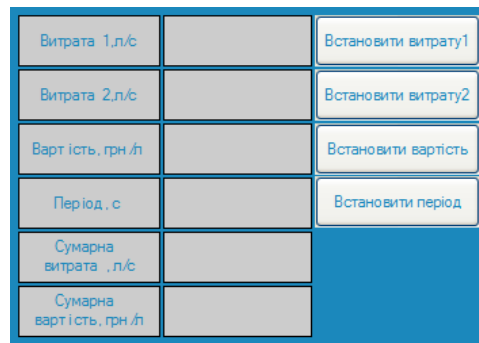

Рис.4.4. Створені об'єкти текст.
4. Створимо текстові об'єкти для виведення значень, збережених в ряді каналів. Об'єкти текст: зліва - для підказки, праворуч – значення каналів, рис.4.4. Прив'язку об'єктів текст зробіть для реальних значень каналів. При необхідності, створіть додаткові аргументи, рис.4.5.